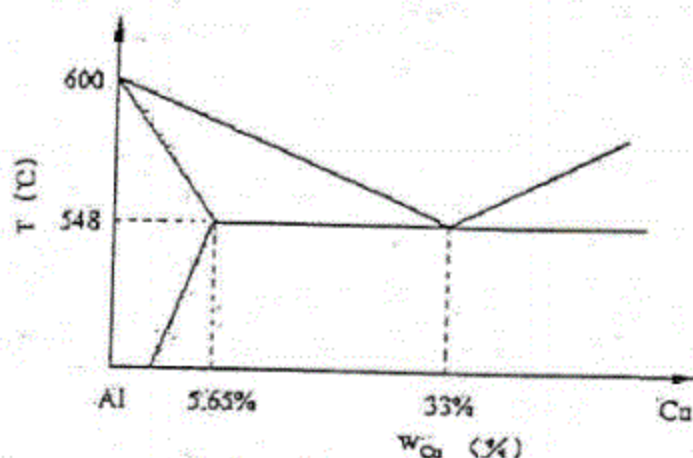

图 2 Al-Cu 合金相图
4. 图 2 为 Al-Cu 合金的相图，试求 $w_{Cu} = 2\%$ 的铝合金在液相完全混合条件下作单向凝固后共晶体占整个铸锭的百分比（10 分）。